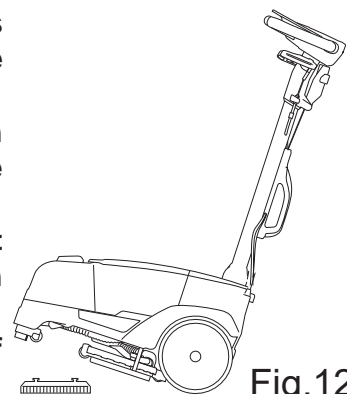

Fig.12
- Zet kracht op de handgreep om de voorkant van de machine op te tillen, breng de borstelafdekking van de machine boven de borstel en laat de machine zakken (Fig.12).
- Zet kracht op de handgreep om de voorkant van de machine op te tillen (Fig.12).